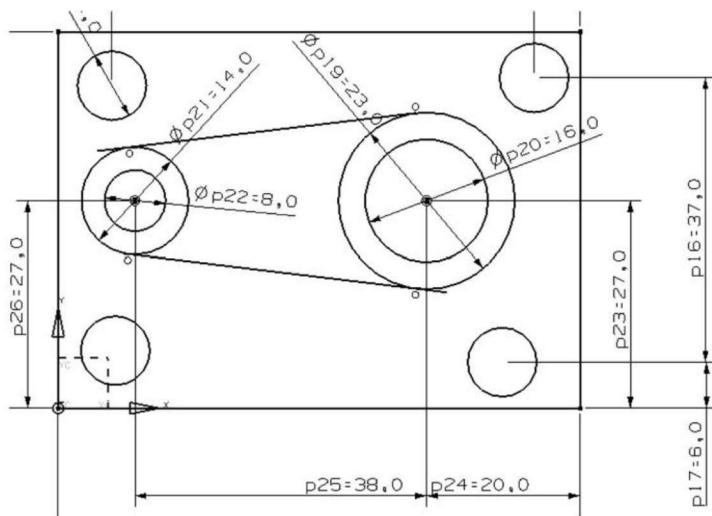

图 1.11 同心圆位置尺寸
(10)单击“自动判断尺寸”按钮,选择如图 1.11 所示两组同心圆形,设置圆的位置尺寸。